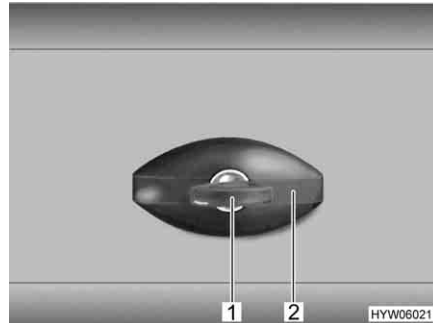

Fig. 62 Cerradura de la trampilla, de forma elíptica, cerrada
- Introducir la llave en el cilindro de cierre (Fig. 62,1) y girarla un cuarto de vuelta en sentido contrario a las agujas del reloj. El asidero de la cerradura (Fig. 62,2) se abre de golpe.